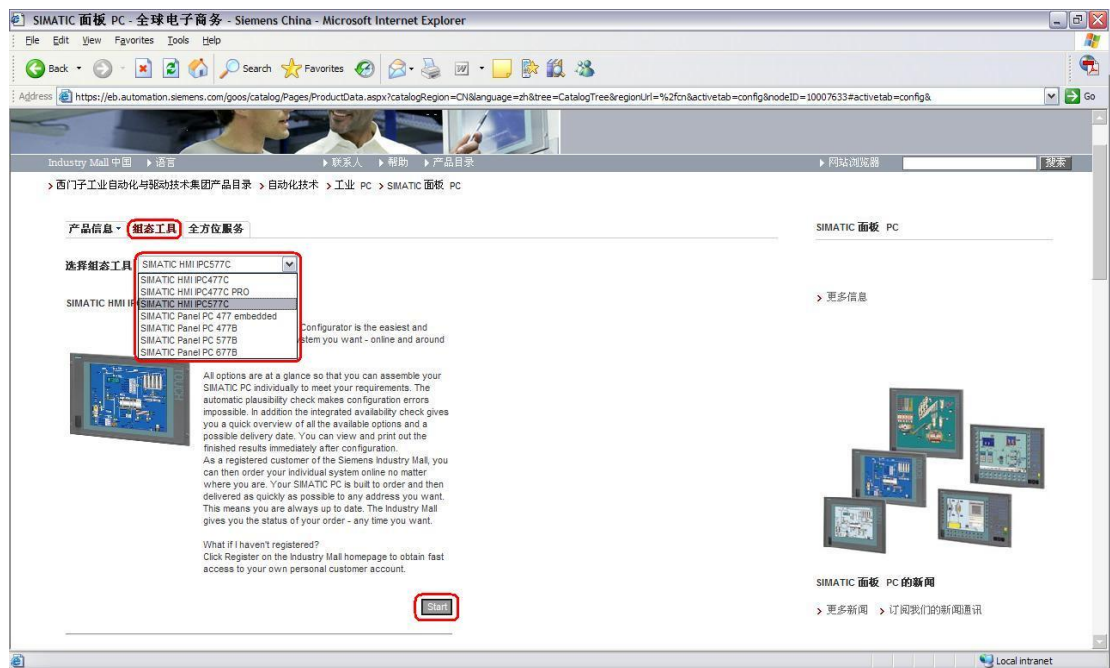

图 6
(A) 在“组态工具”下选择相应的型号，IPC577C，然后选择 **Start**，如图 6 所示。